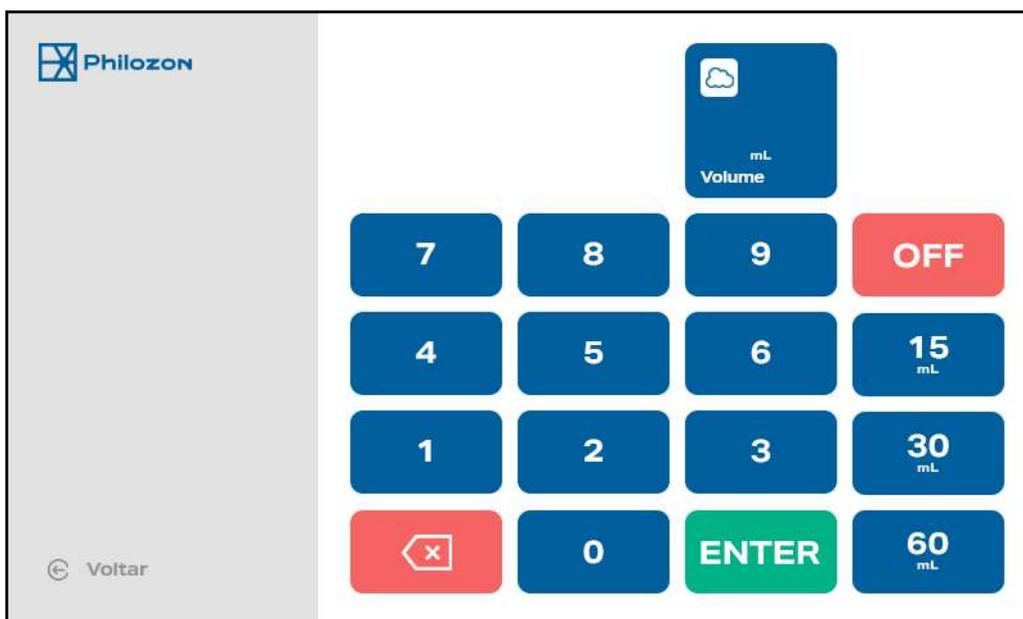

Figura 24 - Tela ajuste de volume
c) Volume: Proporciona a liberação de gás ozônio em um volume pré-estabelecido. Para operar, clicar no botão volume e escolher o volume desejado e confirmar na tecla ENTER (Figura 24). Caso deseje desativar o ajuste de volume, basta selecionar o botão OFF.